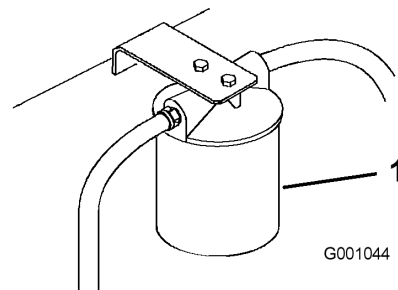

Figura 65
3. Coloque un recipiente bajo el filtro, retire el filtro usado y limpie con un paño la superficie de la junta del adaptador del filtro (Figura 65).